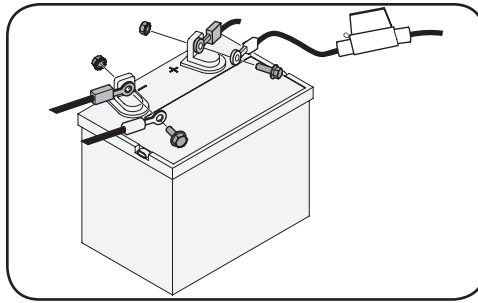

Figura 2-19
10. Conecte las abrazaderas del mazo de cables de la batería a los terminales de la batería. Retire la cubierta de plástico (si está presente) del terminal positivo de la batería y conecte el cable rojo al terminal positivo, luego conecte el cable negro al terminal negativo. Consulte la Figura 2-19.